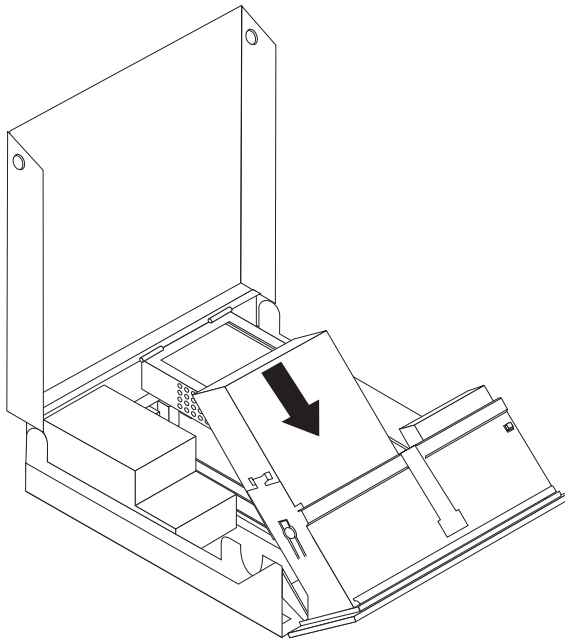

Figura 10. Ajuste de la unidad óptica
5. Deslice la unidad **3** dentro de la bahía hasta que encaje en su posición. Consulte la Figura 10 en la página 18.